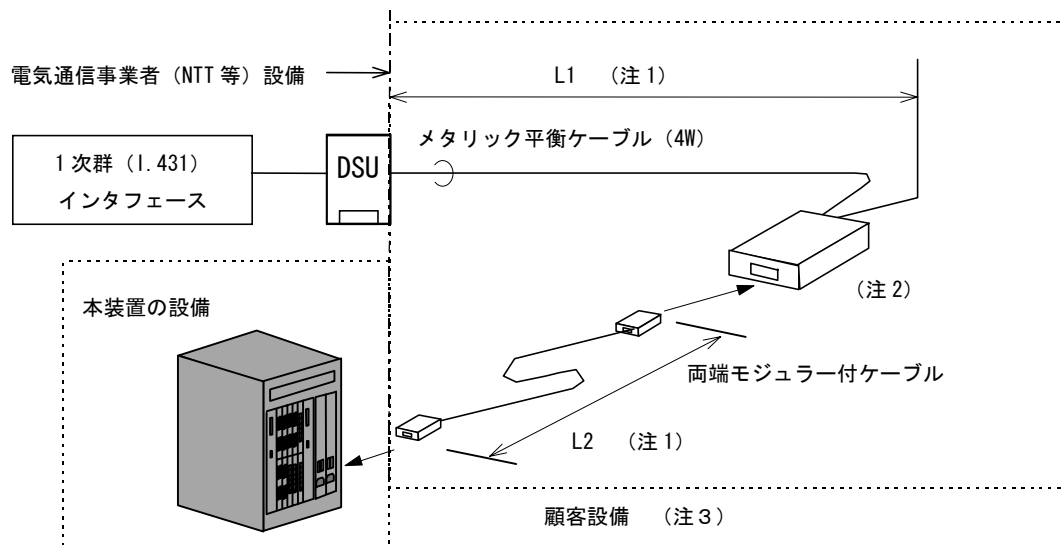

図 4.1-15 1 次群 (I. 431) インタフェース時の接続図 (ローゼット経由の場合)
1 次群 (I. 431) インタフェース時の本装置—DSU 間の接続を図 4.1-15 に示します。
- (注 1) メタリック平衡ケーブル長 (図 4.1-15 の L1) は 16m (両端モジュラー付ケーブル長 (図 4.1-15 の L2)) を越えない様にしてください。またメタリック平衡ケーブルは芯線径 0.65mm のものを使用してください。